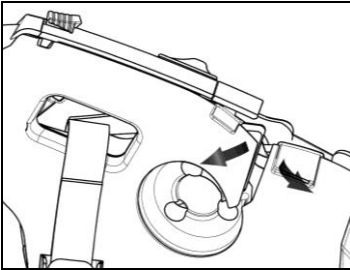

Abb. 15
- Entfernen Sie den Plastiküberzug des Wangenteils (Abb. 15).